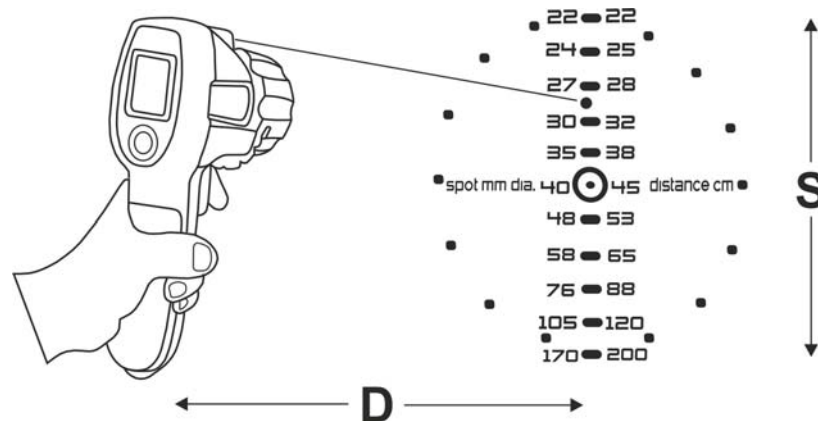

Fig. 16: Definición proporción Distancia / Punto de medida del instrumento
5. Aleje o acerque el instrumento al objeto en prueba notando respectivamente el progresivo aumento o disminución del diámetro de la sección obtenible de acuerdo con los valores numéricos de referencia presentes en la parte lateral del instrumento (vea la Fig. 16)